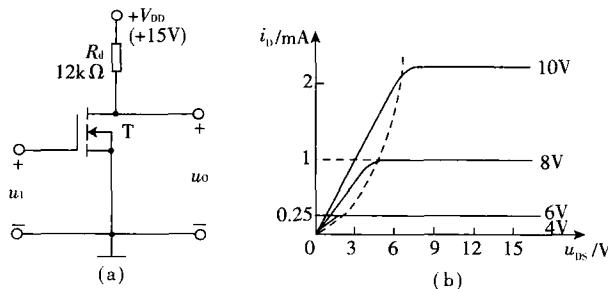

图 1.7
【例 3】 电路如图 1.7(a)所示,管子 T 的输出特性曲线如图 1.7(b)所示。
- 解 (1) 从图 1.7(b)可知 $U_{GS(th)} = 4\text{V}$, I_{D0} 为 $U_{GS} = 2U_{GS(th)} = 8\text{V}$ 时的 I_D 为 1mA 。
(2) 当 $u_{GS} = u_1 = 0\text{V}$ 时, 管子处于夹断状态, 因而 $i_D = 0$ 。